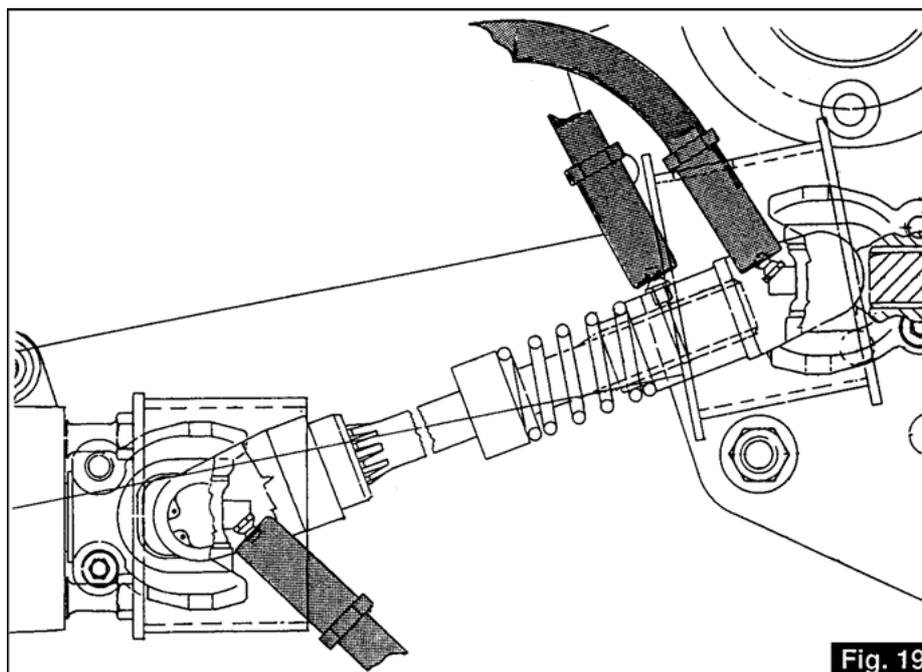

Fig. 19
4.5 LUBRIFICATION DE L'ARBRE DE TRANSMISSION (fig. 19)
On recommande de lubrifier l'arbre et ses joints de transmission (voir page 14 fig. 19).